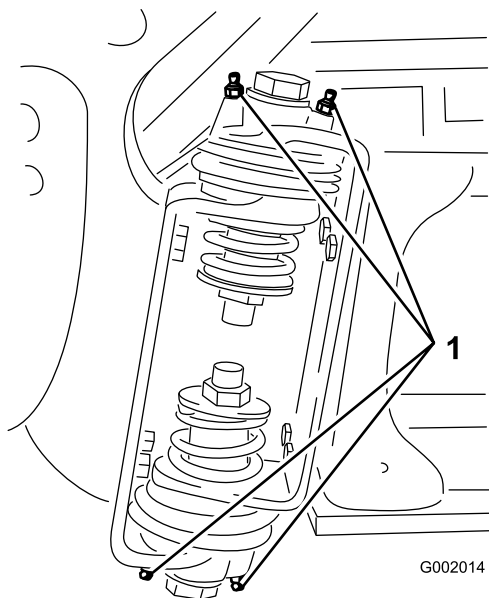

Рисунок 33
2. Закачайте консистентную смазку в подшипник или втулку через каждую масленку (Рисунок 33).